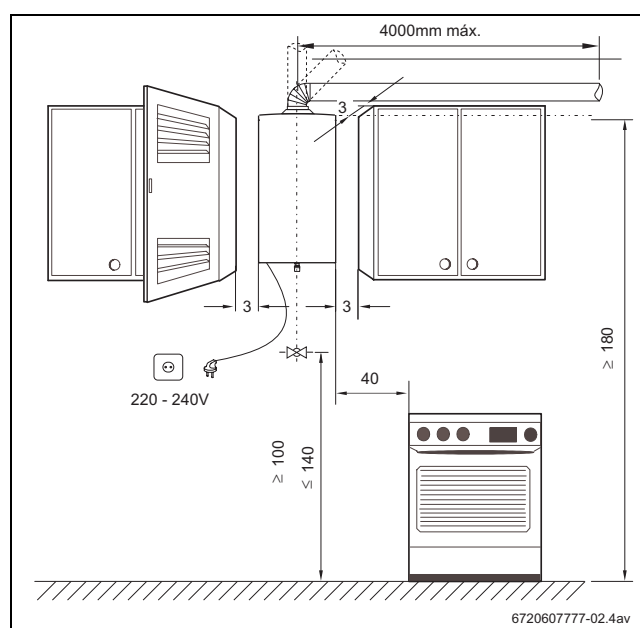

Fig. 11 Distâncias mínimas
- Respeitar as medidas mínimas de instalação indicadas na Fig. 11.